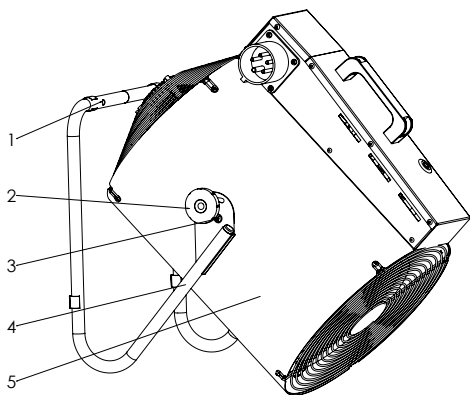

Рис. 3. Подготовка к работе
Для монтажа прибора на стену (Рис. 3) использовать Посадочные отверстия (1) Опоры (3). Регулировка угла наклона Корпуса (4) относительно стен осуществляется путем поворота Корпуса (4) относительно Опоры (3). Желаемое положение прибора фиксируется затяжкой Барашкового винта (2)